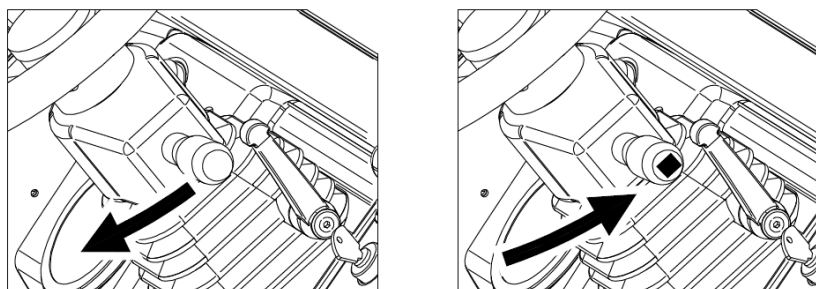

Figura 31
- Posizionare indietro il selettore marcia (**Part. 4 Figura 12**) come mostrato in Figura 31.
- Riportare il selettore marcia in posizione centrale (folle) come mostrato in Figura 31.